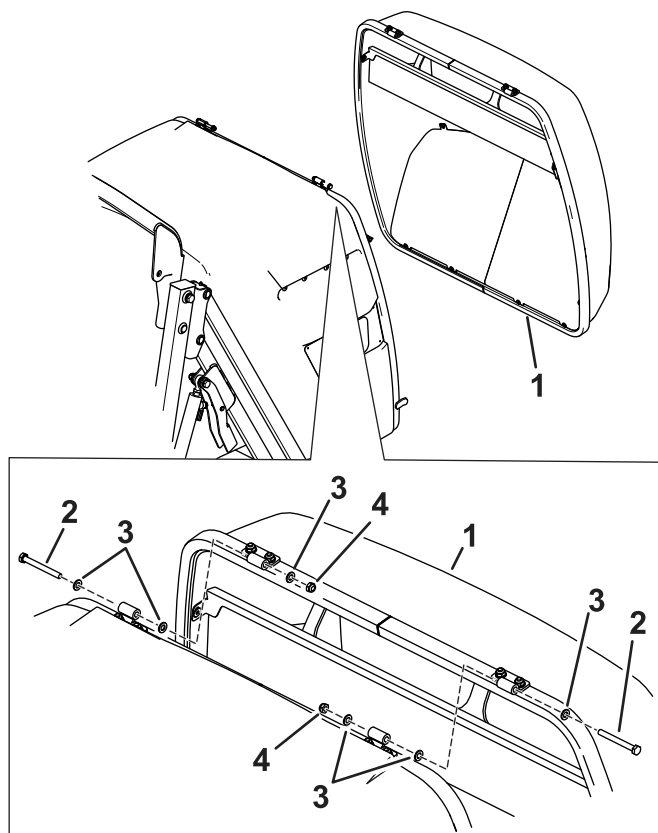

Figura 2
2. Montate il portello della tramoggia sulla tramoggia con la bulloneria rimossa in precedenza; fate riferimento a Figura 2.